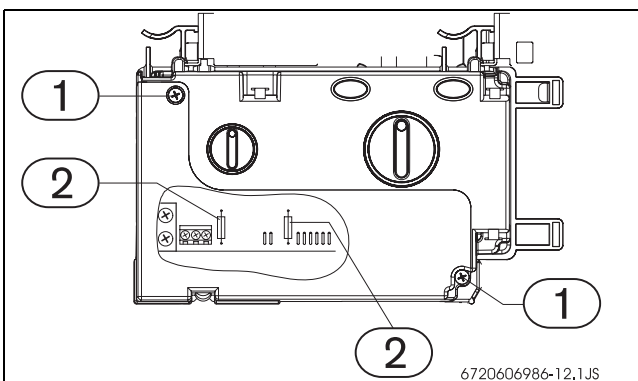

Fig. 16 Quadro comandi
- rimuovere le viti dello sportellino, presso il quadro comandi (Fig. 16, pos. 1).
- Sostituire il/i fusibile/i (Fig. 16, pos. 2).